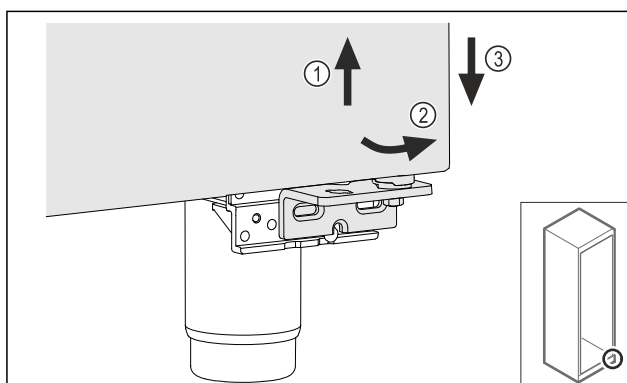

Fig. 26
- ▶ Mírně zvedněte dveře Fig. 26 (1), nakloňte je dopředu ve spodní části Fig. 26 (2) a spusťte je Fig. 26 (3).